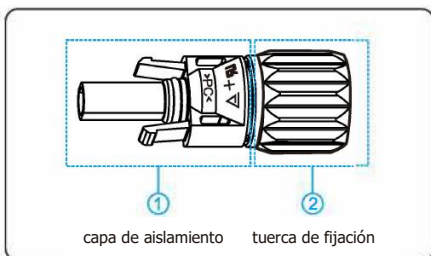
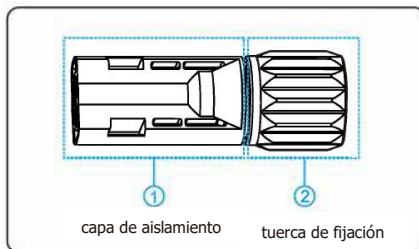

Figura 5.6 Composición de los conectores positivos
Figura 5.7 Composición de los conectores negativos
- Conectores de cadenas fotovoltaicas: Se utilizan conectores de alimentación de CC positivos y negativos, tal como se muestra en la figura 5.6 y en la figura 5.7.